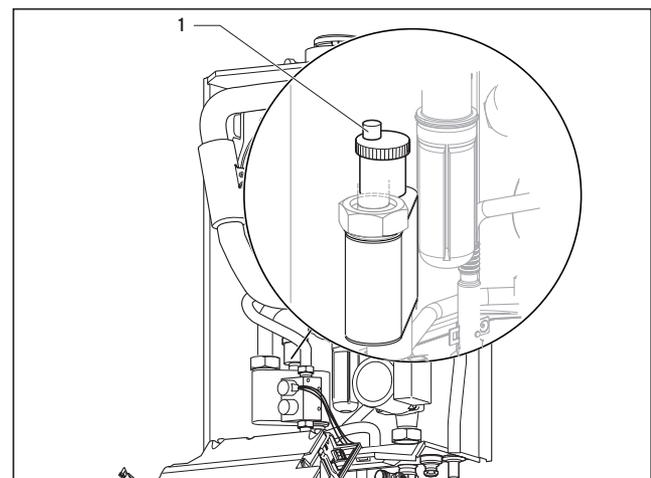

Abb. 5.1 Entlüften des Gerätes
- Öffnen Sie die Kappe des geräteinternen Entlüfters (1) (Abb. 5.1).